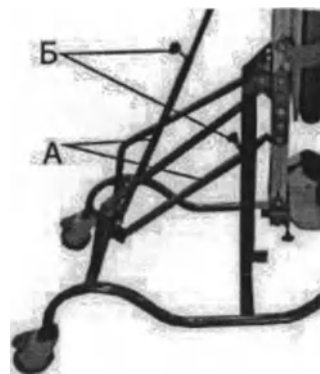

Рис. 57
1) Регулировка поворотного ложа по углу наклона (рис.57)